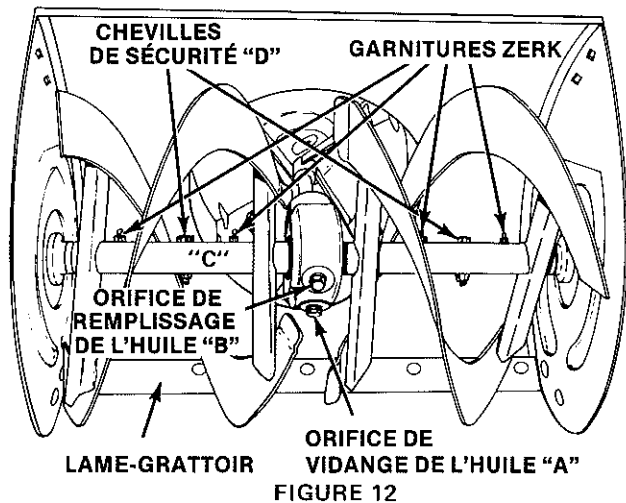

FIGURE 12
Pour la vidange et le remplissage, enlevez les bouchons de remplissage (B) et de vidange (A) et laissez couler l'huile. Inclinez la machine en arrière sur les guidons; versez ensuite l'huile dans l'orifice de remplissage (B) jusqu'à ce qu'elle commence à découler par le trou de vidange. Voyez la figure 12. Remettez alors les bouchons de remplissage et vidange.